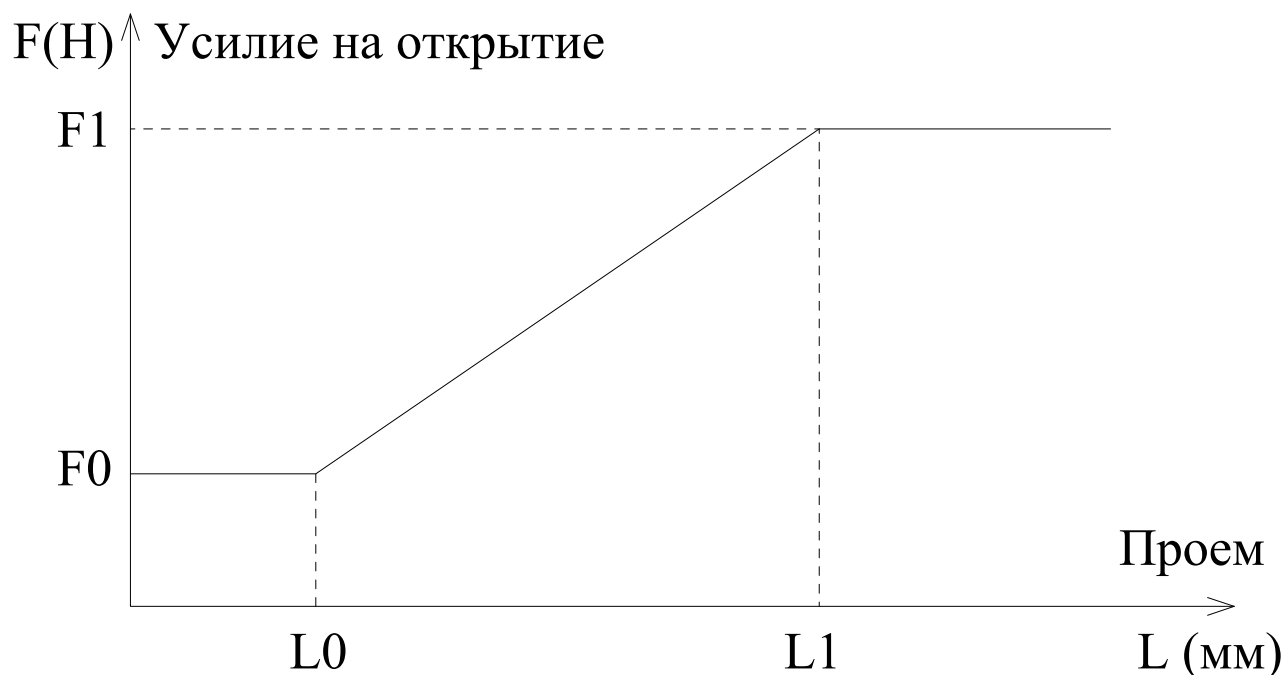

Рис. 7. Зависимость усилия на открытия от величины проема при автоматической установке сил после измерения проема ($F=f(L)$).
3.9.9.1. В параметрах **ТР.40 - ТР.44** – находятся параметры установки сил на открытие в зависимости от величины проема. Характеристика $F=f(L)$ зависимости общего усилия на открытие Fallo от величины проема L при автоматической установке сил после измерения проема показана на **рис.7**.